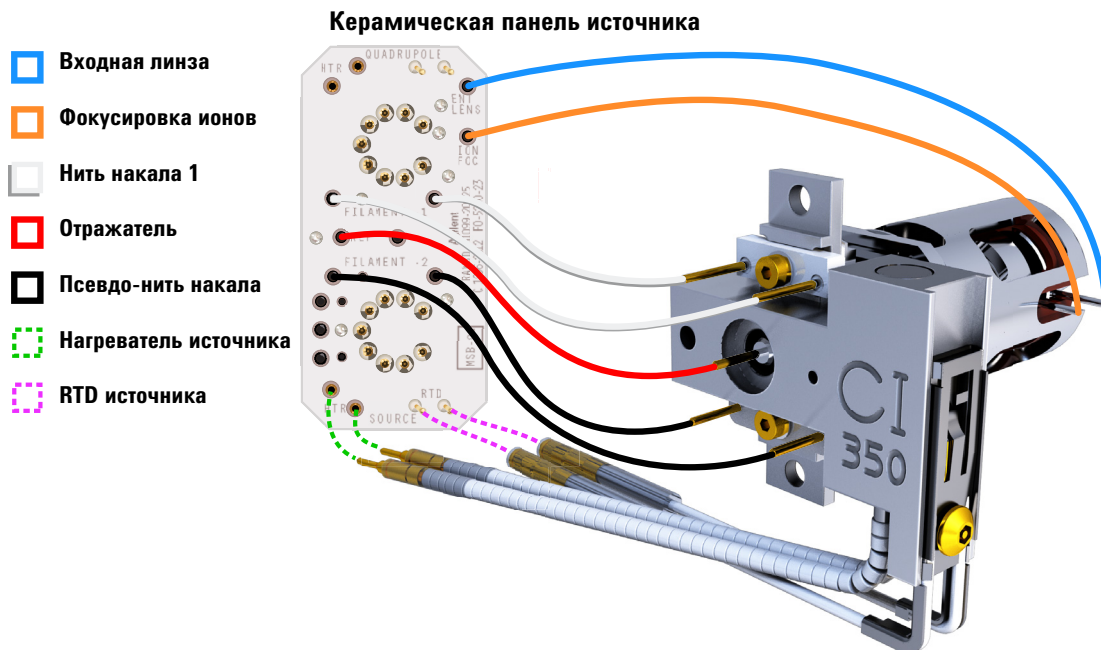

Рис. 74 Провода, соединяющие керамическую панель источника с источником
- 1 С помощью плоскогубцев подсоедините к разъемам источника (или отсоедините от разъемов источника) провода керамической панели. (См. **Рис. 74.**)
- 2 С помощью плоскогубцев подсоедините к керамической панели источника (или отсоедините от керамической панели источника) провода нагревателя источника. (См. **Рис. 74.**)